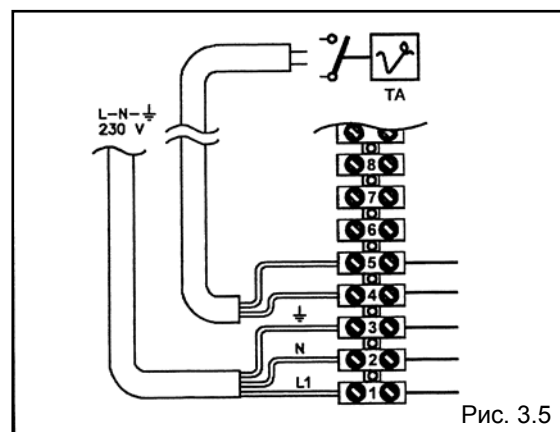

Рис. 3.5
– Подключение регулятора комнатной температуры показано на рис. 3.5.